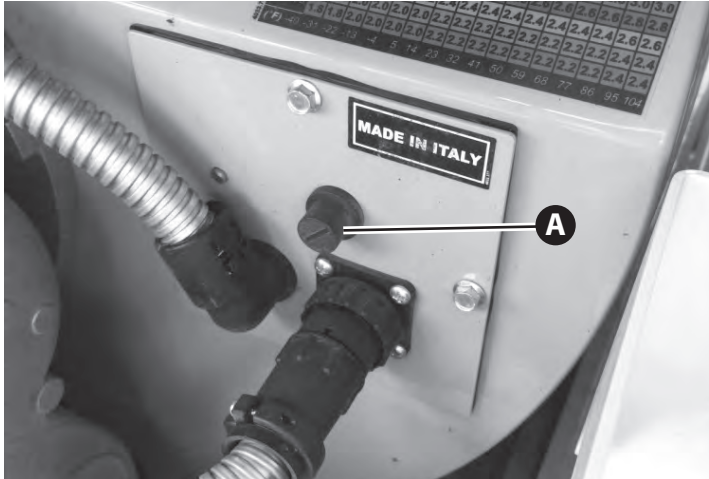

Figura 4.26
- Restablezca el calentador. Destornille la cubierta plástica (A, Figura 4.26) que protege el botón de restablecimiento en la parte posterior del calentador. Mantenga presionado el botón de restablecimiento durante 5 segundos. Vuelva a instalar la cubierta protectora.